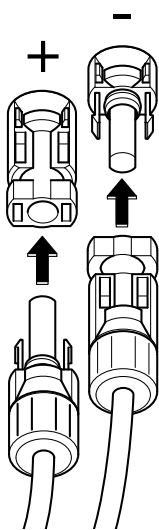

Fig. 38: Conectar el string fotovoltaico
6. Introducir los conectores hembra y los conectores macho de los cables CC en el inversor.  **Fig. 38** Guardar los tapones obturadores quitados de los conectores.